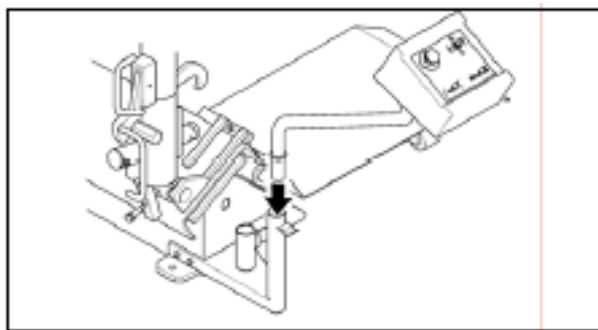

Рис.8
**B.** ТОЛЬКО ДЛЯ МОДЕЛЕЙ С ПОДВИЖНЫМ РЫЧАГОМ (BOXER KING 2600L): Установите должным образом контрольный рычаг (Рис.8). Убедитесь что электрический провод ни имеет разрывов или повреждений.